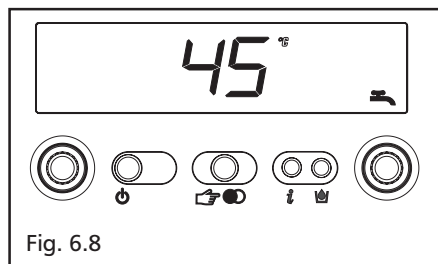

Fig. 6.8
**Info 4** visualizza la temperatura sanitaria settata (fig. 6.8)